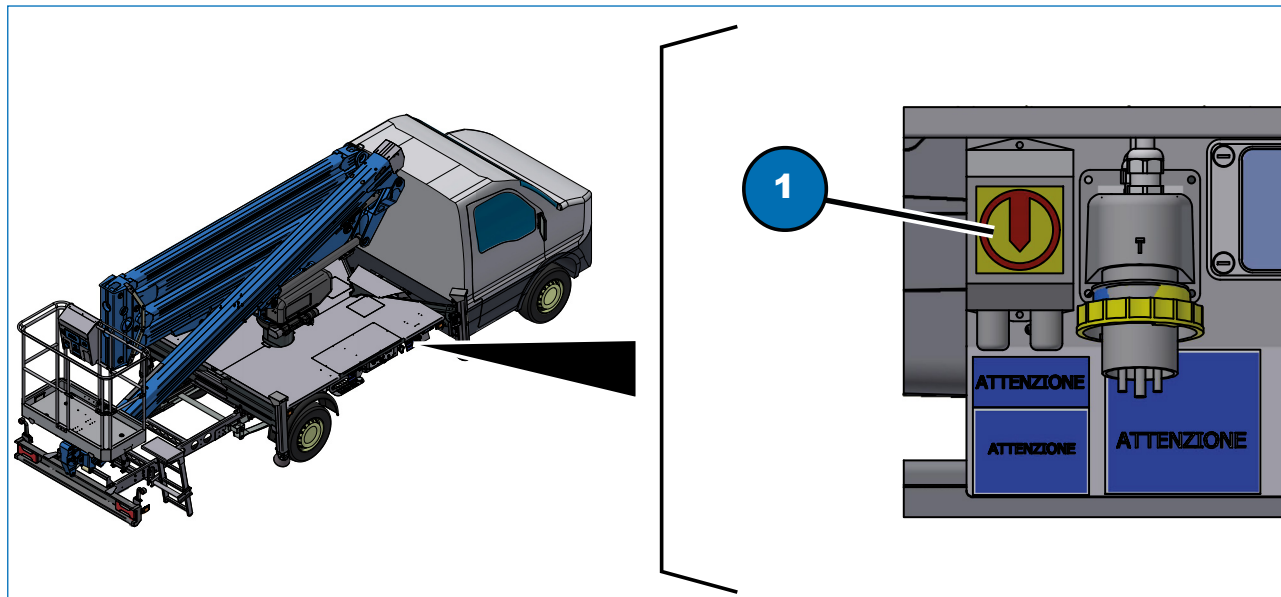

Fig. 4.4
- uno all'interno del quadro comandi in piattaforma di lavoro (Fig. 4.4).